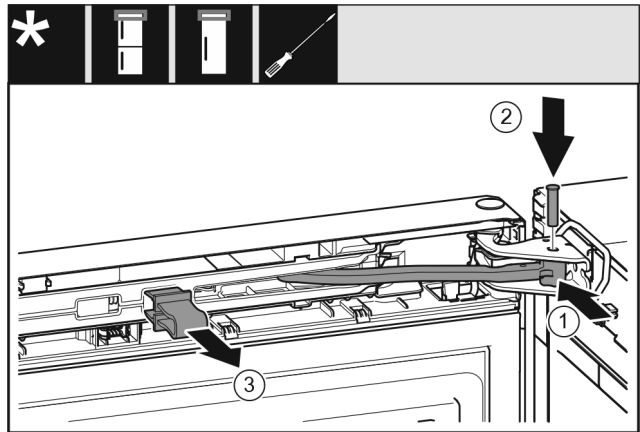

Fig. 24
- ▶ Gelenk in Lagerbock drehen. Fig. 24 (1)
- ▶ Bolzen in Lagerbock und Gelenk einsetzen. Dabei darauf achten, dass der Rastnocken korrekt in der Nut sitzt. Fig. 24 (2)
- ▶ Sicherung abnehmen. Fig. 24 (3)